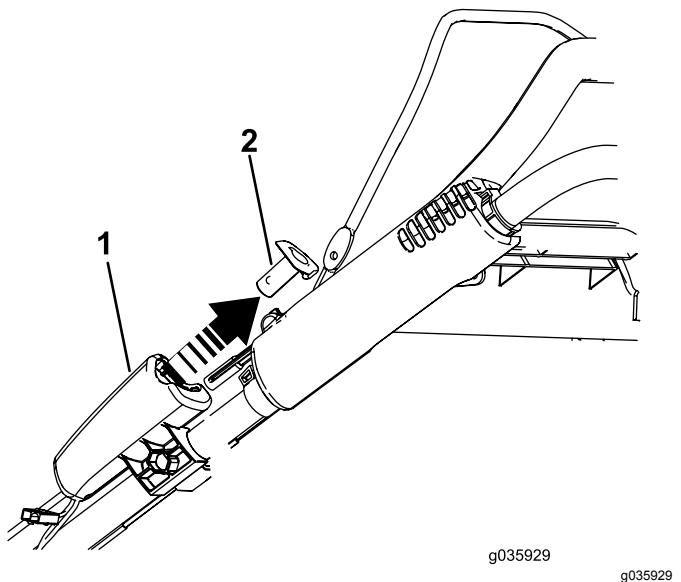

Figura 21
- Modelos de arranque eléctrico solamente:** retire el botón de arranque eléctrico; consulte Figura 21.